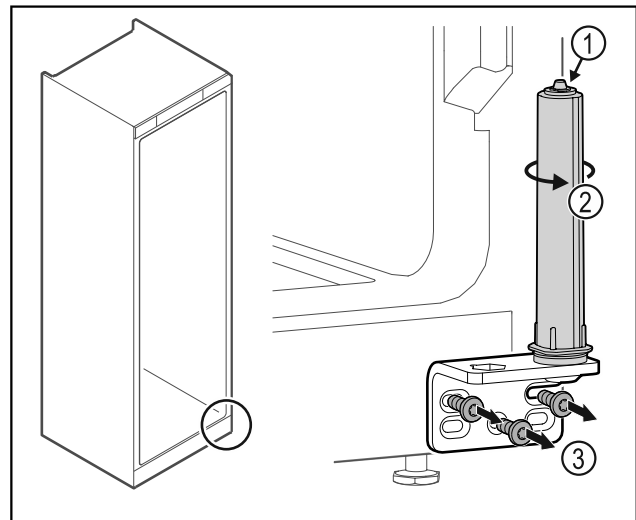

Fig. 45
- ▶ Nerozebírejte uzavírací systém dvířek Fig. 45 (1).
- ▶ Otáčejte uzavíracím systémem Fig. 45 (2), dokud nezacvakne.
- ▶ Odšroubujte úhelník závěsu Fig. 45 (3).